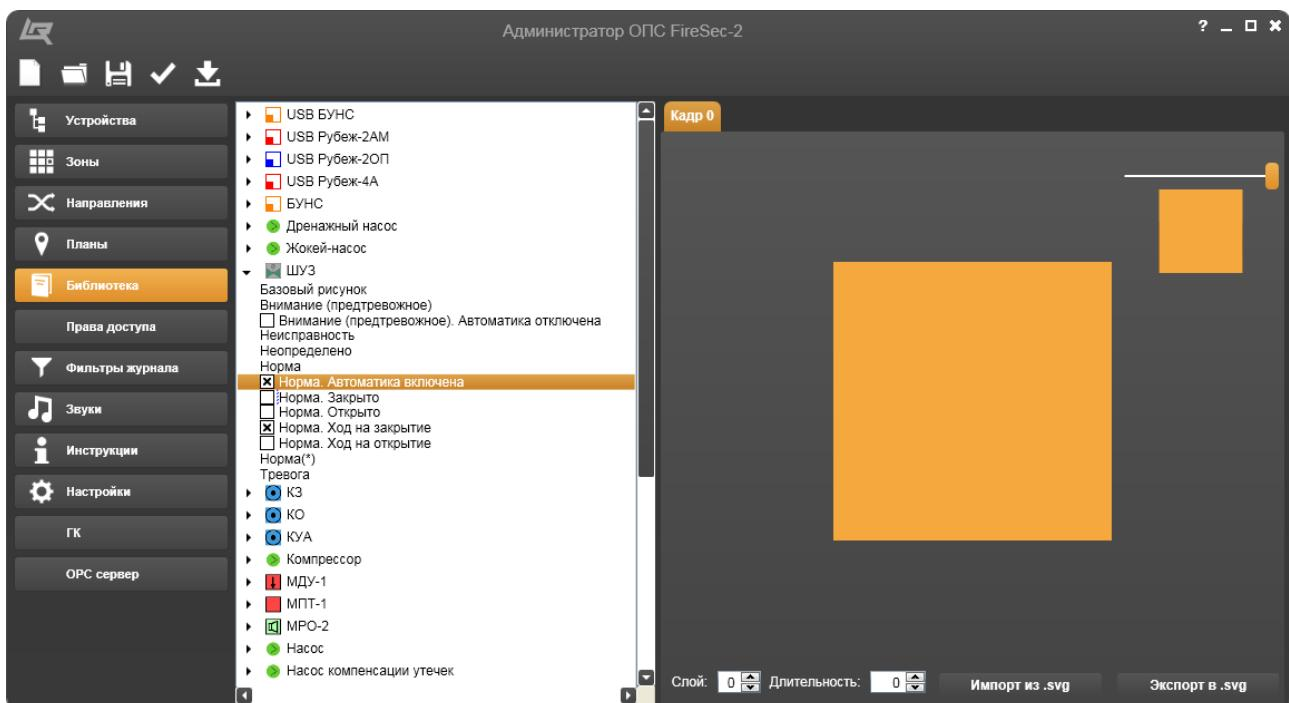

Рисунок 14.8.6 – Рисунок состояния Норма. Автоматика включена
- Открыть рисунок **Норма. Автоматика включена** и назначить единственному кадру номер слоя **0** (Рисунок 14.8.6);